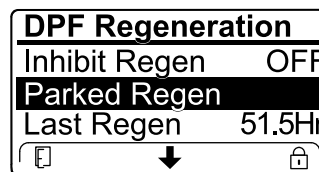

Figura 52
- Si la computadora del motor solicita una regeneración de recuperación, o si está procesando una regeneración de recuperación y usted se desplaza hasta la opción REGENERACIÓN ESTACIONARIA, la regeneración estacionaria se bloquea y el icono de bloqueo (Figura 52) aparece en la esquina inferior derecha del InfoCenter.